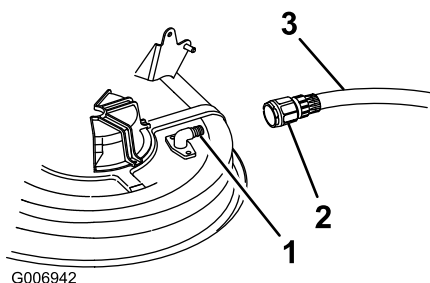

Figure 43
4. Vissez le raccord du tuyau (non fourni) au raccord de lavage du carter du plateau de coupe, et ouvrez l'eau en grand (Figure 43).